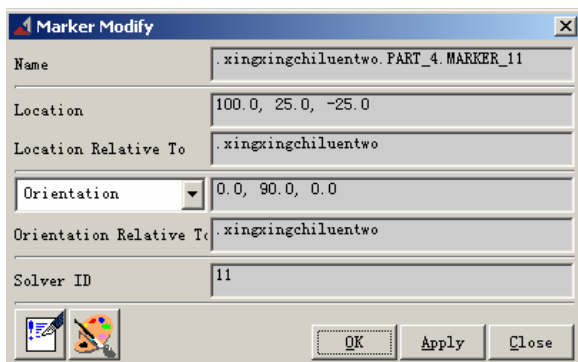
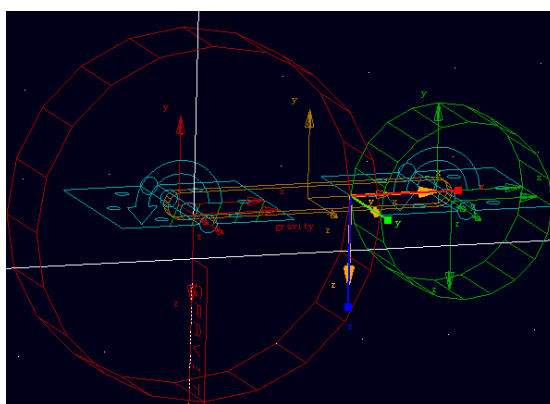

图 4-6 进行坐标轴的旋转
图 4-7 旋转后的啮合点
0.0 修改为 0, 90, 0(方位旋转)。如图 4-6 所示。点击对话框下面的 **OK** 键进行确定，旋转后的啮合点（**MARKER_14**）如图 4-7 所示。从图中可以看出，啮合点的 Z 轴（蓝色）Z 轴的方向与齿轮的啮合方向相同。